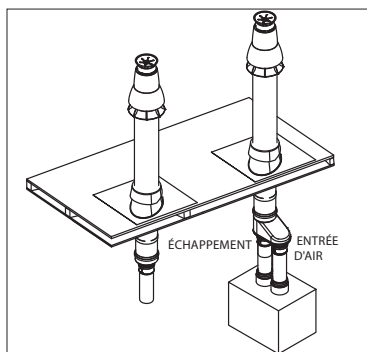

Figure 26
- Assemblez le système d'évacuation à paroi simple PolyPro conformément aux instructions pour l'installation du système DuraVent PolyPro à paroi simple à la page 7. (**Fig. 26**)